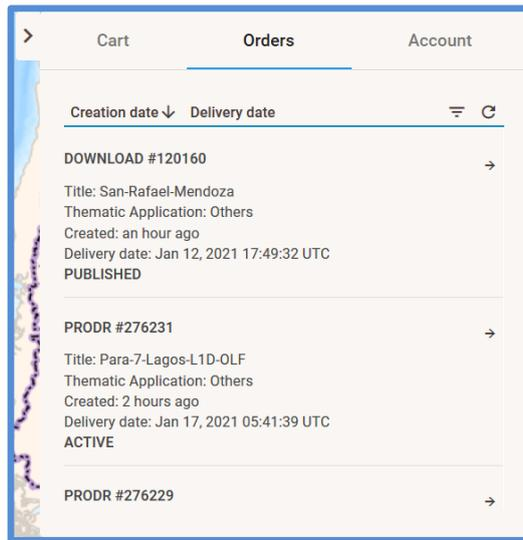

Figura 4: Panel de registro de actividad del usuario: Sección **Orders** (Pedidos).
- **Orders** (Pedidos): En esta sección se almacenan todos los pedidos realizados y confirmados por el usuario para su ejecución, ver **Figura 4**.